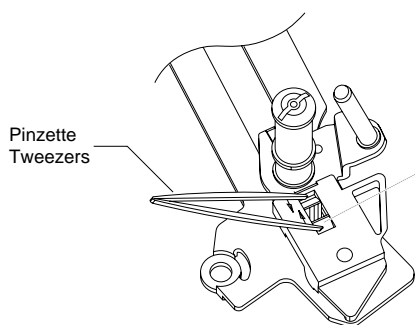
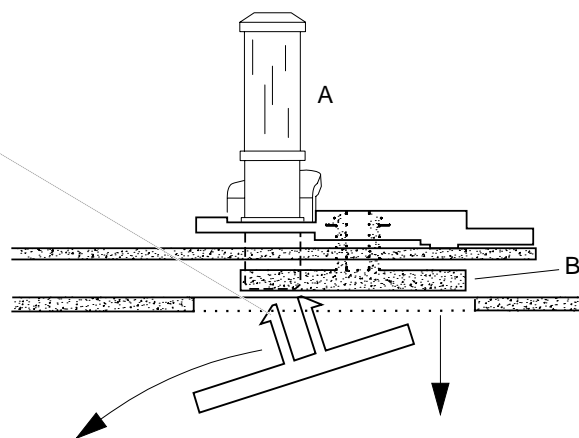

Fig. 19
Fig. 20
- Mit einer Pinzette die beiden Schnapphaken zusammendrücken und die Umlenkrolle von der Platte (Fig. 19) abnehmen.
- Mit einer Pinzette die beiden Schnapphaken zusammendrücken (Fig. 19) und die Umlenkrolle "A" von der Platte "B" abnehmen (Fig. 20).
- Fädelarml links aus der Platte aushängen und diese durch die Aussparung im Chassis nach unten aus dem Laufwerk entfernen (Fig. 20).
- Compress the two snap hooks by means of tweezers and remove the reverse roller from the holding plate (Fig. 19).
- Compress the two snap hooks by means of tweezers (Fig. 19) and remove the reverse roller "A" from the plate "B" (Fig. 20).
- Release the loading arm (left) from the holding plate and withdraw the latter through the cutout in the chassis (Fig. 20).